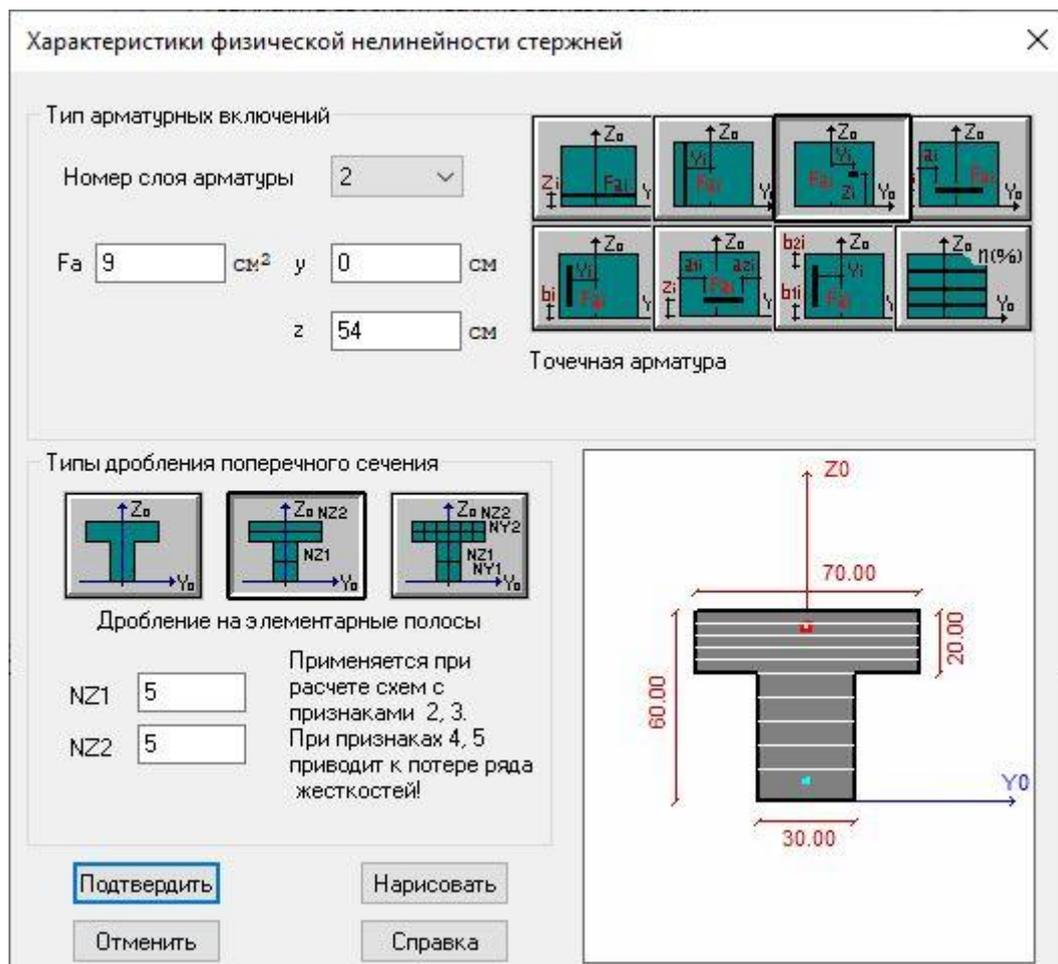

Рис.7.17. Диалоговое окно **Характеристики физической нелинейности стержней**
- В диалоговом окне **Задание стандартного сечения** щелкните по кнопке **Параметры арматуры**. Вызывается диалоговое окно **Характеристики физической нелинейности стержней** (рис.7.17).